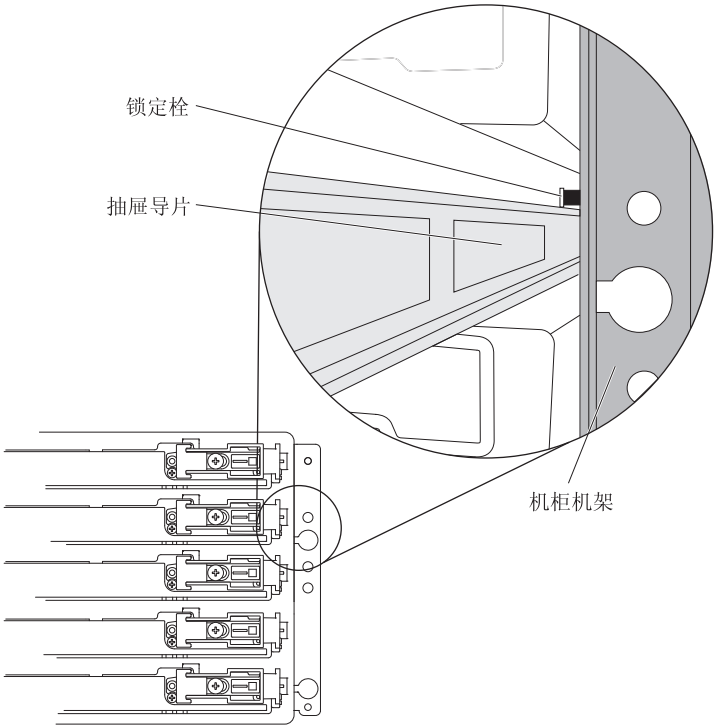

图 93. 位于抽屉导销上方的锁定滚轮
- a. 在存储扩展机柜的前部, 将新的驱动器抽屉安装到插槽中, 确保锁定滚轮位于抽屉导销的顶部。锁定滚轮是连接到机架的一个小定位部件。图 93 显示了从机柜前部看到的锁定滚轮的位置。